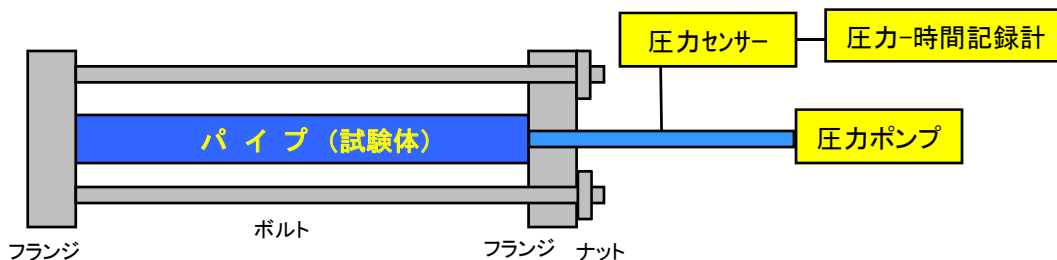

図1 試験方法略図
試験手順を①～⑤、試験方法略図を図1に示します
- ① 試験体をフランジとボルトで固定します
- ② 試験体に水道水を充填します
- ③ 試験体の空気抜きを行います
- ④ 圧力ポンプで指定の圧力を規定時間負荷します
- ⑤ 記録計及び目視で圧力の低下、漏れの有無を確認します